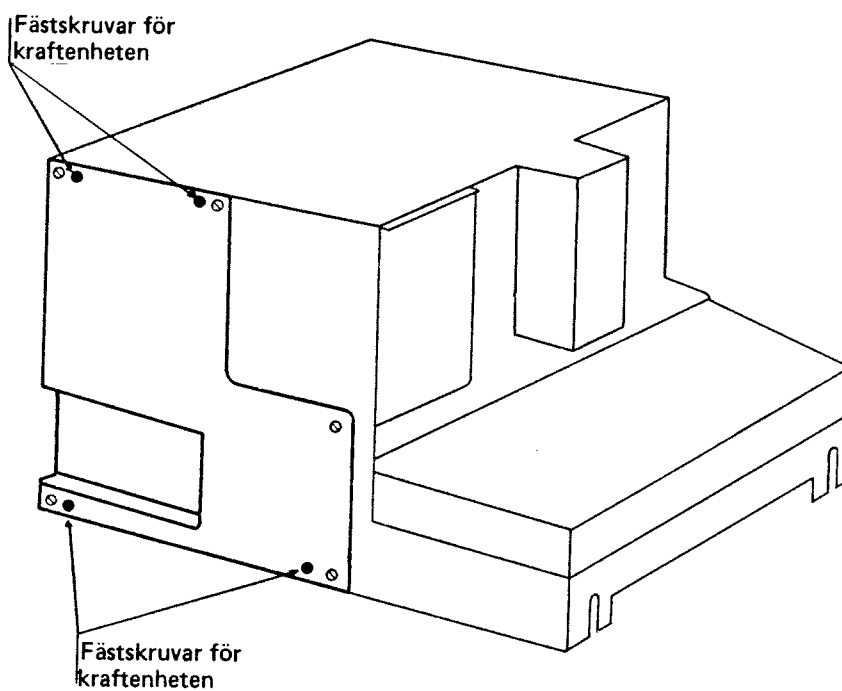

Bild 5.
- o Lossa kraftenhetens fyra fästskruvar, se bild 5. Skruvarna är försänkta i enheten.